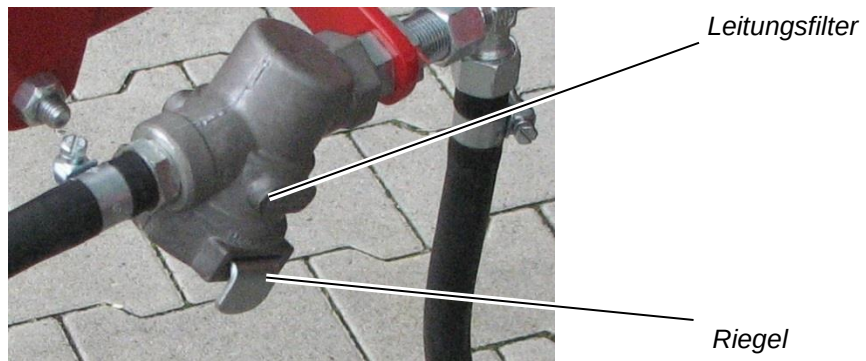

Abbildung 54: Leitungsfilter
- ⇒ Halten Sie eine Hand unter den Leitungsfilter (siehe Abbildung 54).
- ⇒ Ziehen Sie mit der anderen Hand den Riegel aus dem Leitungsfilter heraus (siehe Abbildung 54).